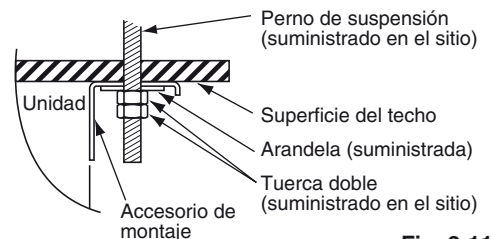
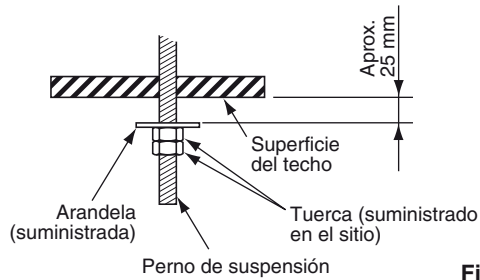

Fig. 3-11
Fig. 3-13
- (6) Realice los preparativos para suspender la unidad interior. El método de suspensión variará dependiendo de si hay un techo suspendido o no. (Figs. 3-11 y 3-12)
- (7) Suspenda la unidad interior de la forma siguiente:
- a) Monte 1 arandela y 2 tuercas hexagonales en cada perno de suspensión (Fig. 3-13).